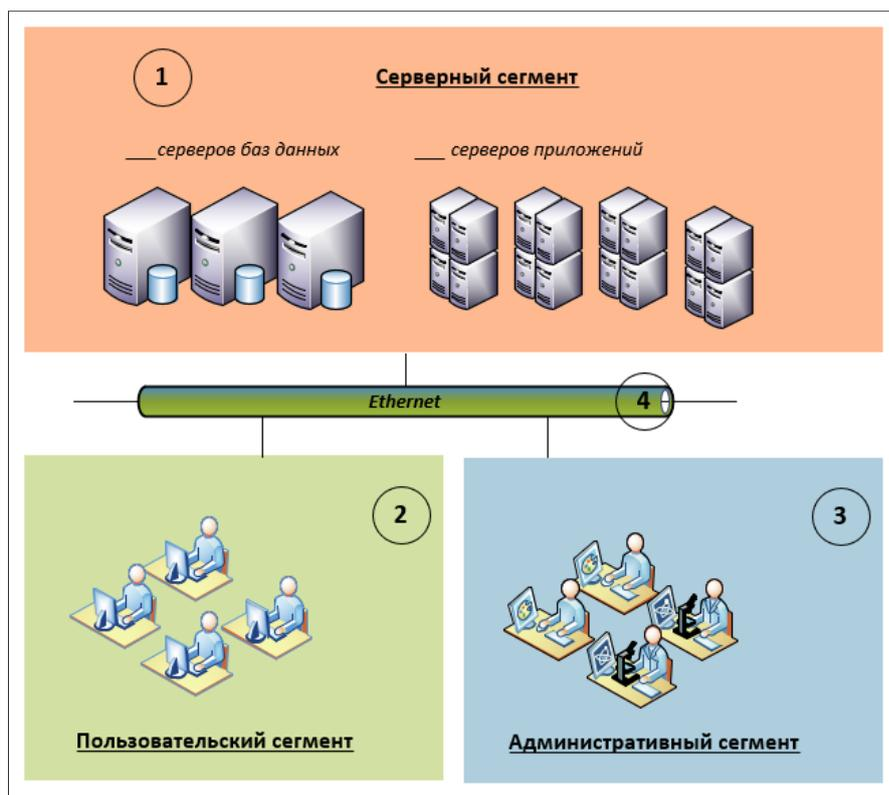

Рисунок 2.1.1 – Упрощенная схема структуры КТС ИАС
Схема структуры технических средств, минимально необходимая для автономного (выделенного) функционирования СПО ИАС, приведена на рис. 2.1.1.
В минимально необходимый состав комплекса технических средств ИАС с учетом компонентной структуры ИАС (рис. 2.1.1), входят:
- серверный сегмент (рис. 2.1.1), включая:
Схема структуры КТС ИАС в клиент-серверной архитектуре приведена на рис. 2.1.1. Описание размещения серверов ИАС на виртуальных машинах АО «НБИ» приведено в таб. 1. Состав серверов ИАС на виртуальных машинах указан в таб. 1.